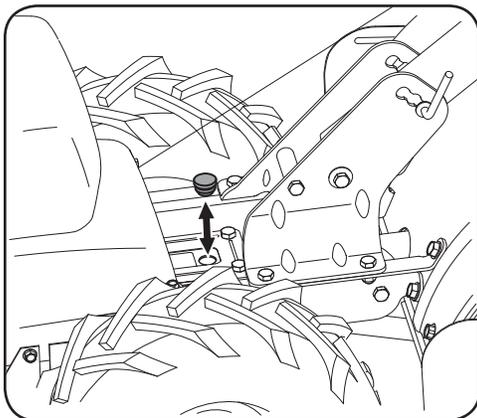

Figure 5-1
3. Retirez le bouchon de remplissage d'huile du boîtier de la transmission et regardez à l'intérieur pour repérer l'arbre d'entraînement. Voir Figure 5-1.